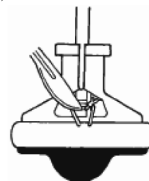

図 13
- (4) 心室内に残存組織がないかを確認してから、人工弁の縫合カフの外側半分に十分糸をかける。ピボットガードに隣接した糸をマークすることにより、植込みが容易になる。
- (5) 弁輪内に人工弁を落とし込み、メスでホルダ・ローテータを固定している2箇所の保持糸を切断し、ホルダ・ローテータから人工弁を外す(図13)。